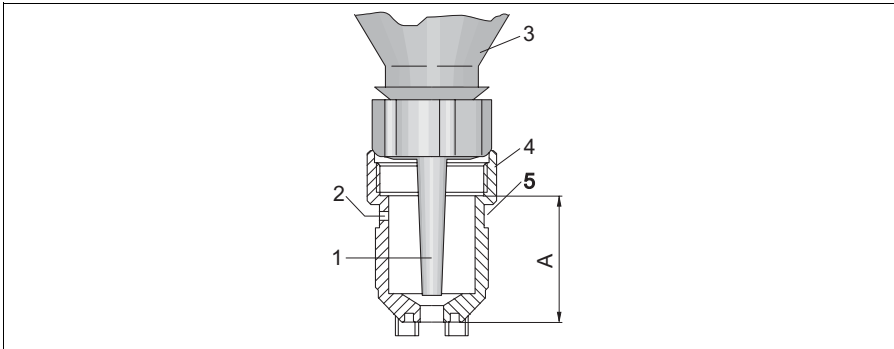

Fig. 8 : Cartouche à membrane avec flacon d'électrolyte
3. Placez le flacon d'électrolyte sur la cartouche à membrane (voir fig. 8).